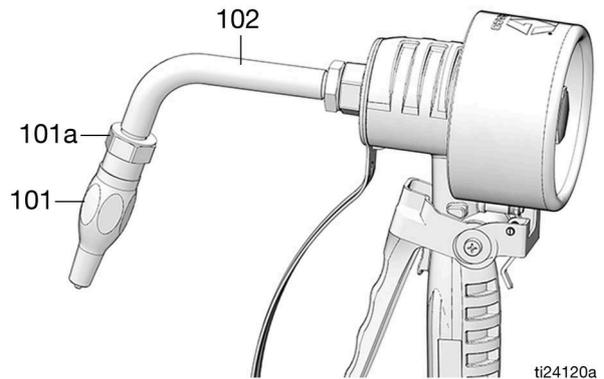

FIG. 7
5. Ponga la boquilla (101):
**NOTA:** No utilice cinta de PTFE ni sellante en las roscas de la boquilla (101). Esto podría causar fugas en el accesorio de conexión.
- a. Enrosque la boquilla (101) en la extensión (102) tal como se observa en la FIG. 7.
- b. Utilice una llave inglesa en los lados planos del casquillo de la boquilla (101a) (FIG. 7) para apretar el accesorio de conexión.